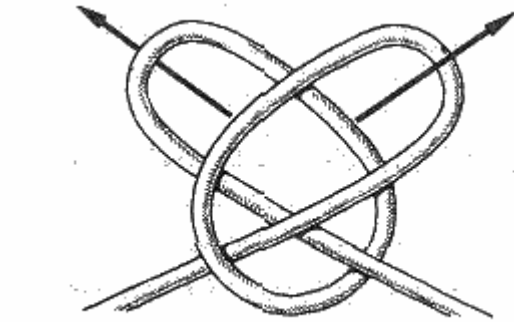

Рис. 79. Французский готовый узел
**Французский топовый узел** (рис. 79). Петли этого узла в топах мачт парусных кораблей служили для крепления бакштагов, которые ввязывали в них шкотовым узлом свободные концы узла связывали прямым узлом и таким образом получали третью петлю, которую использовали для крепления штага. Один узел одновременно крепил три части стоячего такелажа.